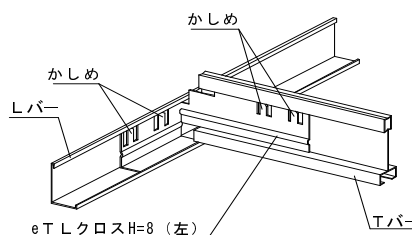

図2-15 TバーとLバーの接続
- ④ 壁際のTバーと廻り縁eLバーを接続します。(図2-15 参照)